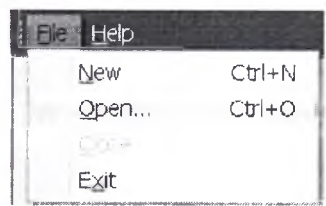

Рисунок 13
- Вы вернулись к «Базовому пакету» (рисунок 13).